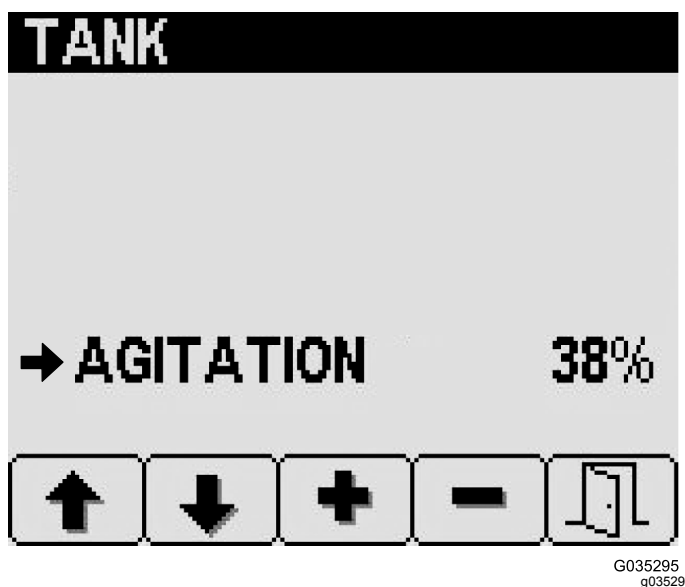

図 26
2. タンク Tank画面でボタン2を何度か押して攪拌 Agitationへ移動する 図 26。
3. ボタン 3 (増加) とボタン4 (減少) で攪拌に使用する流量のパーセントを設定する (図 26)。